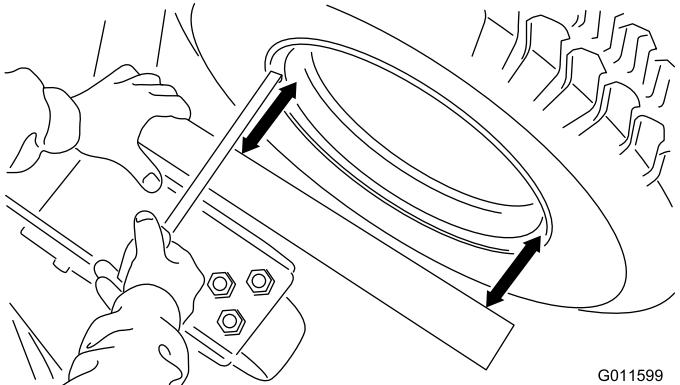

Figura 7
- Parafusos de montagem, anilhas e porcas de bloqueio (8)
- Coloque um quadrado ou uma régua contra a soldadura da plataforma que contém a montagem da forquilha da roda giratória (Figura 7). Não utilize a própria forquilha da roda giratória.
C. Meça a partir da parte interior do rebordo não a partir da extremidade exterior do rebordo) em ângulo recto em dois locais como indicado em Figura 7. As irregularidades do rebordo e da tinta tornam a extremidade exterior um ponto de medição não fiável. Estas duas medições devem ser iguais, dentro de uma tolerância de 3 mm.